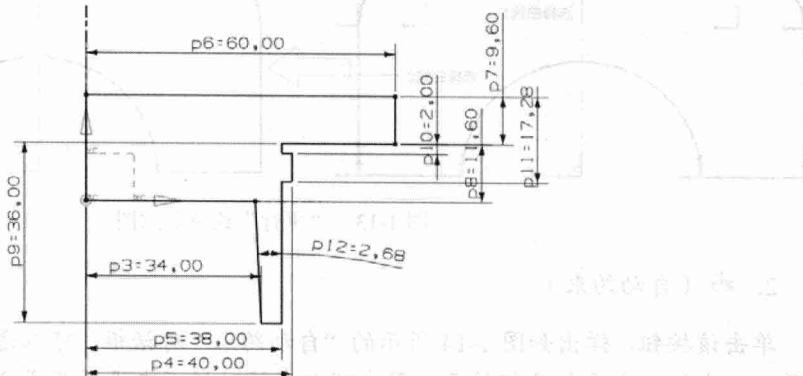

图 1-10 标注结果
Step4 采用同样的方法，设定直线 2 和直线 10 之间的距离为 38，直线 2 和直线 4 之间的距离为 60，标注结果如图 1-10 所示。